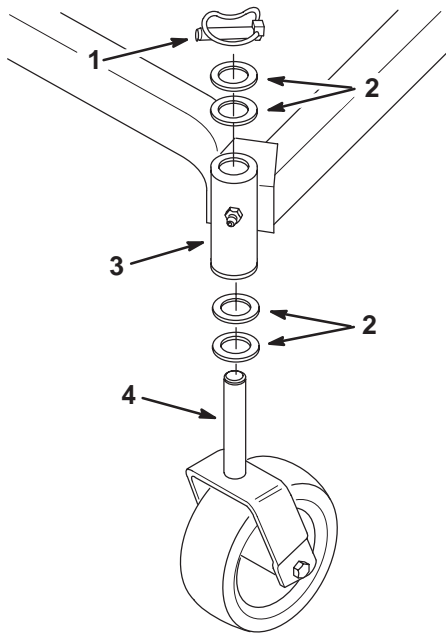

Bild 31
2. Entfernen Sie den Klappstecker und die Druckscheibe(n) von der Oberseite der Laufradgabel (Bild 31).
5. Kontrollieren Sie die Laufradgabel auf Abnutzung und tauschen sie bei Bedarf aus (Bild 31).
6. Schieben Sie die Laufradgabel durch die Büchse im Befestigungsrohr. Bringen Sie die Druckscheibe(n) auf der Laufradgabel an und sichern sie mit dem Klappstecker ab (Bild 31).